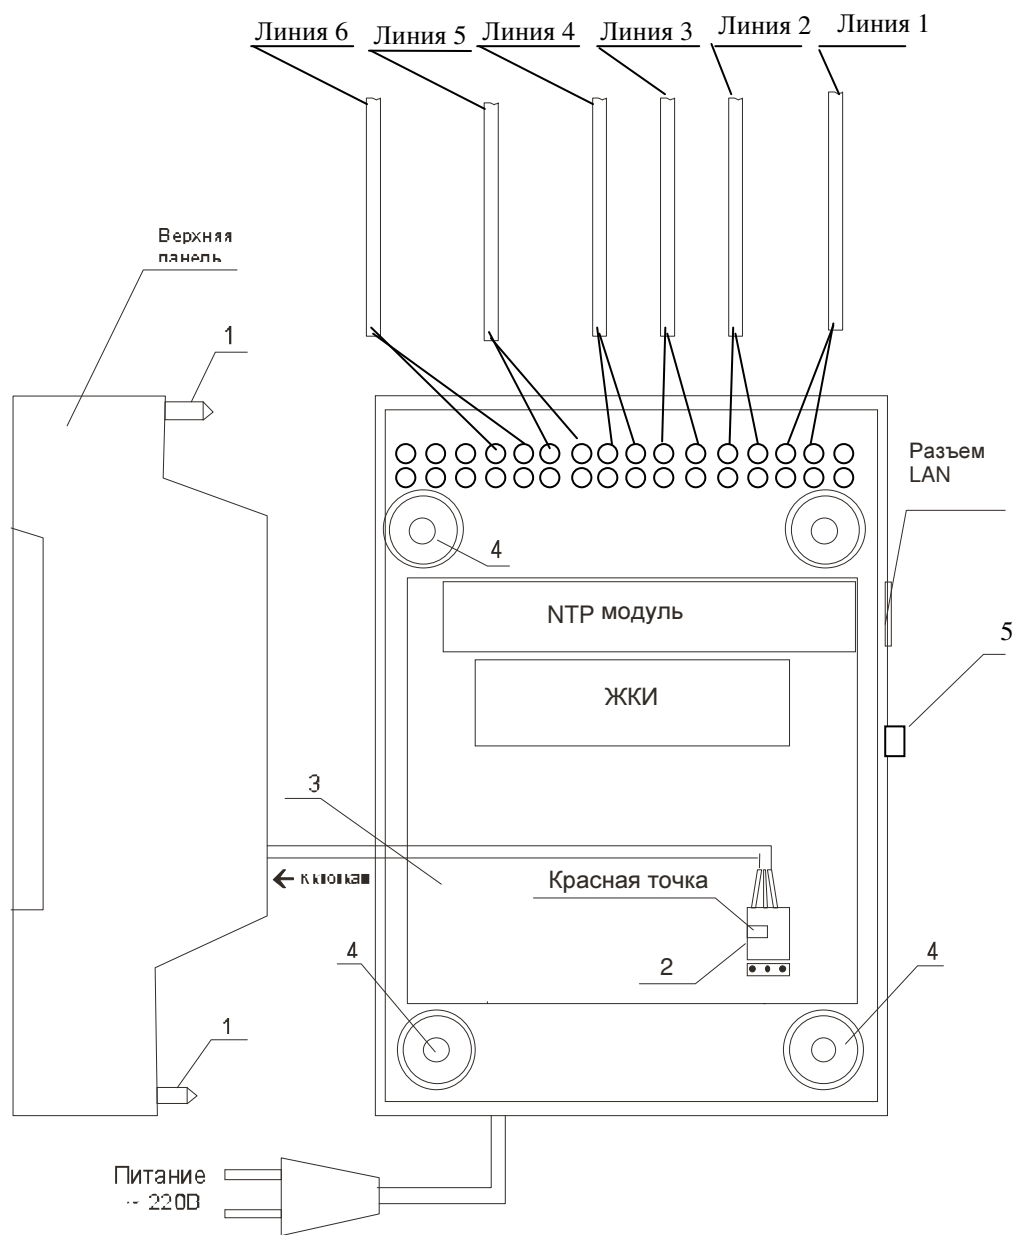

Рис. 1.
4.1. Выверните четыре винта 1, расположенных на верхней панели ЧС (см. Рис.1). Осторожно снимите верхнюю панель и отсоедините разъем 2, соединяющий кнопки с печатной платой 3.
4.4. Подсоедините линии вторичных часов в соответствии со схемой рис.1.